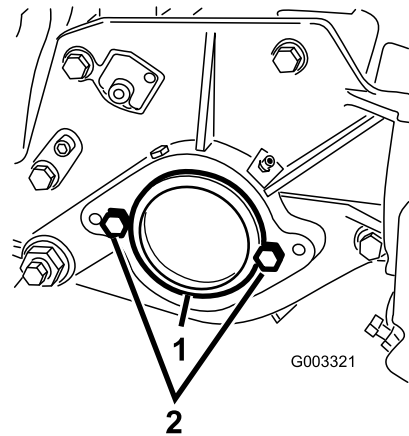

Рисунок 7
2. На правой стороне режущего блока снимите с корпуса подшипника пластиковую заглушку (Рисунок 7).
3. Вывинтите 2 винта с головкой из правой боковой пластины (Рисунок 7).
5. Установите, не затягивая, 2 монтажных винта двигателя барабана в левую боковую пластину режущего блока (Рисунок 7).